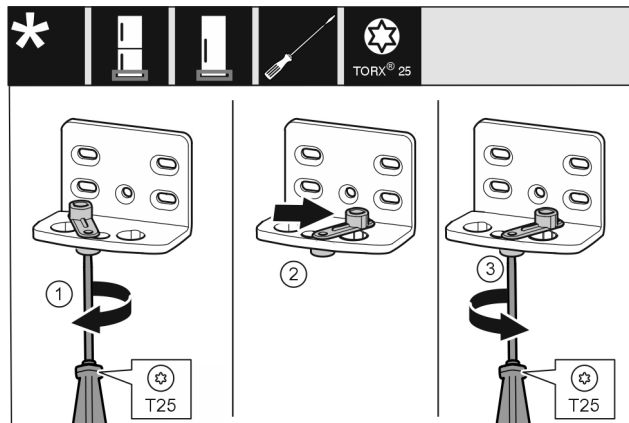

Fig. 13
- ▶ Aflojar el tornillo con el destornillador T25. Fig. 13 (1)
- ▶ Levantar el dispositivo auxiliar de cierre y girarlo 90° hacia la derecha en el orificio. Fig. 13 (2)
- ▶ Apretar el tornillo con el destornillador T25. Fig. 13 (3)